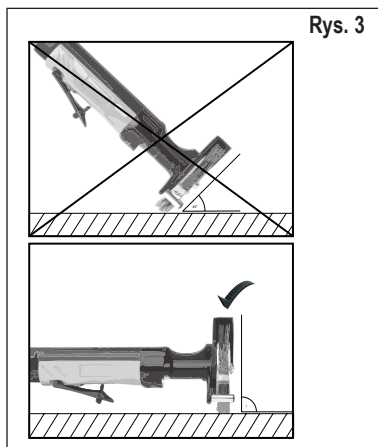

Rys. 2
3. Odłączyć źródło zasilania sprężonym powietrzem, a następnie przymocować do narzędzia prawidłowo taśmę Die Blaster® 11 mm za pomocą odpowiedniego systemu mocującego **AS-012** (zwrócić uwagę na kierunek obracania) oraz przewidzianej do tego celu podkładki ząbkowanej i śruby. Patrz rys. 1 oraz rys. 2
- Czy kierunek obrotów taśmy jest właściwy? – Wyregulować taśmę szczotkową w taki sposób, by przebiegała w prawidłowym kierunku (patrz rozdział 6, Uruchomienie, rys. 2).